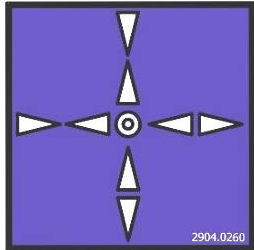

Afbeelding 1A
- De mechanische kruisbesturingshendel (Afb. 1A) of de elektronische joystick (Afb. 2A) worden gebruikt om de bediening van de aanbouwdelen te regelen. Bijvoorbeeld het openen en sluiten (zie Fig. A) van een hydraulische installatieklep (HVZ).